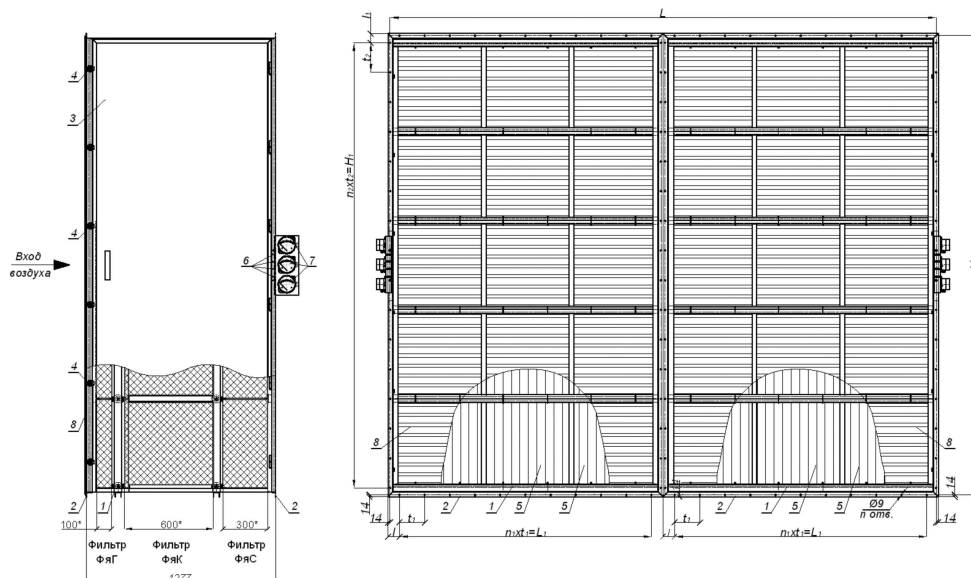

Рис. 2 Схема секции воздушных фильтров ССФ-Т3-2-2/6х5
На рис. 2 показана секция воздушных фильтров ССФ-Т3-2-2/6х5, состоящая из 2-х секций ССФ-Т3-2-2/3х5, соединяемых при монтаже. Обслуживание секции и замена фильтров осуществляется через двери, расположенные с двух сторон.
Секция воздушных фильтров ССФ-Т3-2-2/6х5 (см. рис. 2) оснащена 8 штуцерами (6), по четыре с каждой стороны, для контроля сопротивления в каждой половине секции (ССФ-Т... 2/3х5) с помощью шести диффманометров. На практике достаточно вести контроль только в одной половине, т.к. при равномерном распределении воздуха на входе запыление фильтров (увеличение сопротивления) происходит равномерно в обеих половинах.